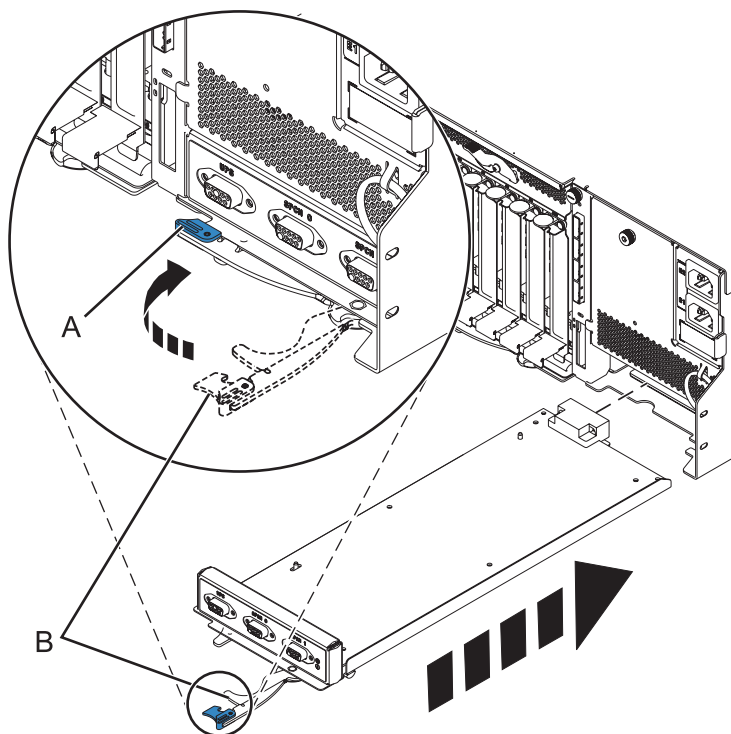

Figura 90. Substitució del controlador de gestió d'allotjaments
7. Feu lliscar amb cura el controlador de gestió d'allotjaments dins el sistema i tanqueu el pestell (A), com es mostra a la Figura 90.